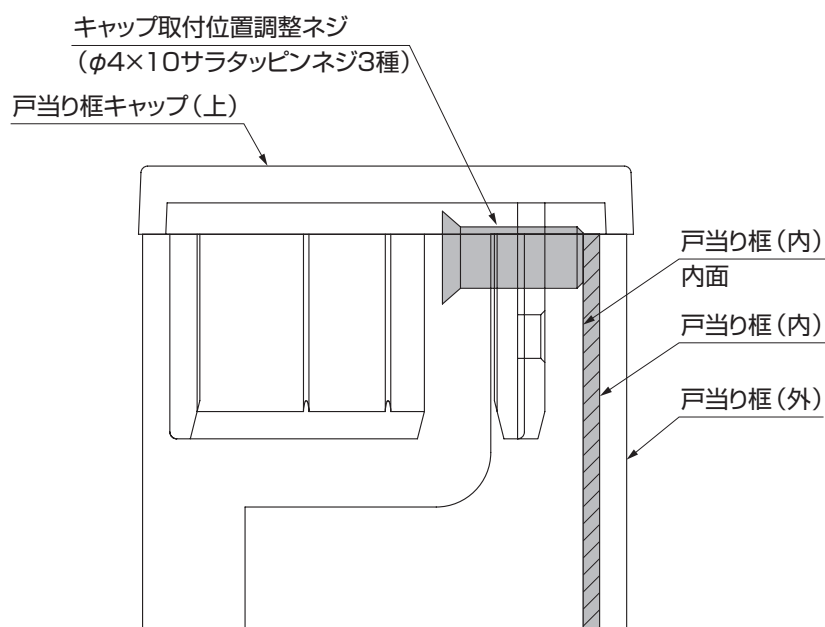

図9-6
- ③戸当り框キャップ(上)を外し、戸当り框キャップ(上)に付いているキャップ取付位置調整ネジを戸当り框(内)の内面に触れるようにドライバーで調整してください。(図9-6参照)